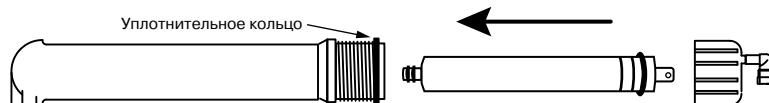

Рис. 16
1. Установите префильтр(ы). Первый префильтр (маркировка на колбе PREFILTER) уже установлен во всех моделях. В во вторую колбу (маркировка CARBON) установите угольный картридж. В третью ступень (SEDIMENT) установите механический префильтр. Картриджи, соответствующие ступеням очистки для каждой модели фильтров, перечислены в таблице на стр. 18 . Для установки картриджа необходимо раскрутить колбу при помощи ключа (10). Аккуратно снимите защитную пленку с картриджа и установите его в колбу. Обратите внимание на маркировку "THIS END NEXT TO VESSEL THREADS" на верхней крышке картриджа или на указания на этикетке. Закрутите колбу вручную, без применения ключа, не прикладывая чрезмерных усилий.
2. Установите мембрану. Для этого отсоедините трубку (H) от быстроразъемного коннектора крышки мембранны. Открутите крышку колбы мембранны (маркировка MEMBRANE). Смажьте силиконовой смазкой резиновые уплотнения мембранны. Установите мембрану в корпус согласно **рис. 16**. Смажьте силиконовой смазкой уплотнение крышки колбы мембранны и аккуратно установите его на колбу. Закрутите крышку колбы мембранны и пристыкуйте трубку (H). Следите, чтобы уплотнительное кольцо крышки колбы было установлено на колбе без перекосов.